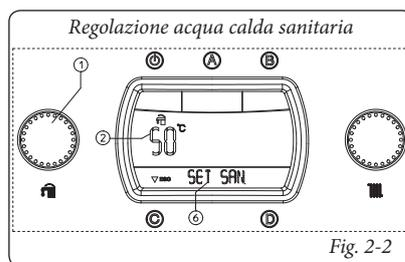

Fig. 2-2
- **Estate (1):** in questa modalità la caldaia funziona solo per il riscaldamento dell'acqua calda sanitaria, la temperatura viene impostata tramite il selettore (1) e la relativa temperatura viene visualizzata sul display (24) mediante l'indicatore (2) e compare l'indicazione "SET SAN." (Fig. 2-2). Ruotando il selettore (1) in senso orario la temperatura aumenta e antiorario diminuisce.